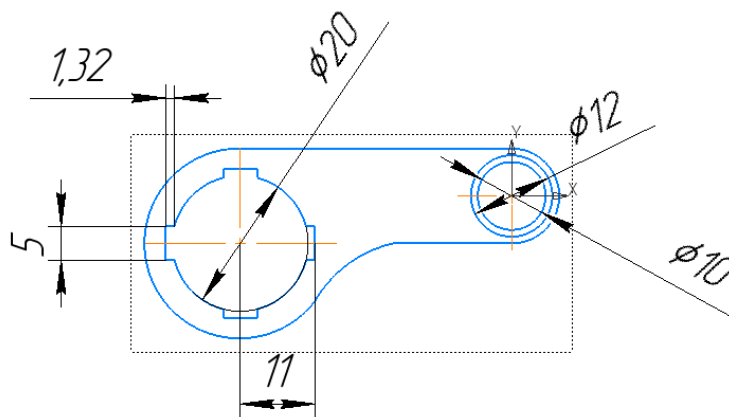

Рисунок 7. Изображение детали справа
3. Используйте элемент «зеркальный массив» и отразите все элементы на противоположной части детали (рисунок 7).